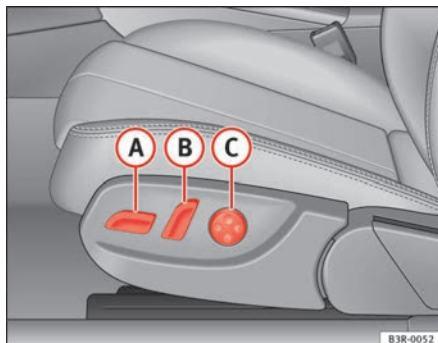
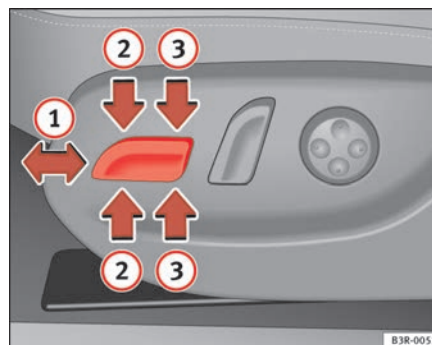

Fig. 107 Banco dianteiro: Comandos para a regulação
Fig. 108 Banco dianteiro: Comandos para a regulação dos bancos
- Desloque o comando (A) ⇒ fig. 107 para a frente ou para trás (1) ⇒ fig. 108 ⇒ ⚠.